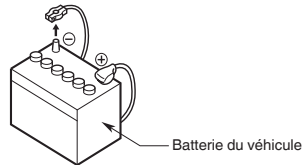

Figure 1
3. Avant de commencer, veillez à débrancher la borne « - » de la batterie. Cette opération a pour but d'éviter les courts-circuits lors de l'installation. (Figure 1)